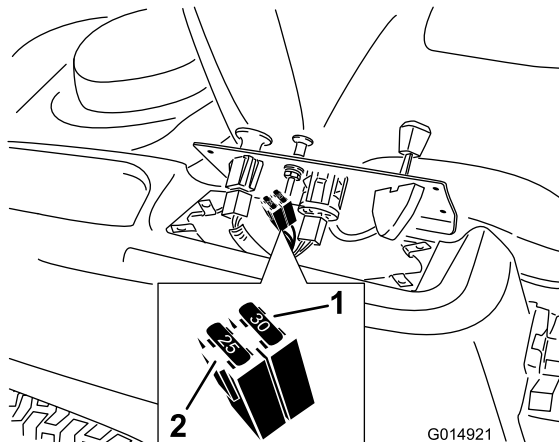

Figure 45
2. Soulevez le panneau de commande pour accéder au faisceau de câblage principal et au porte-fusibles (Figure 45).
3. Pour remplacer un fusible, tirez dessus pour l'enlever (Figure 45).